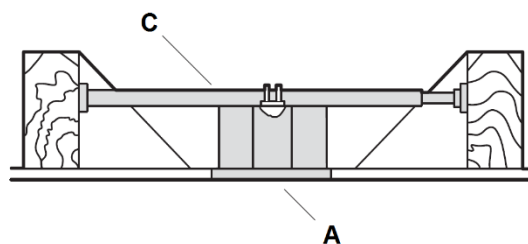

Fig. 5
Para colgar el ventilador donde ya existe una luminaria pero no hay una viga de techo, es posible que necesite instalar una barra de colgado (C) como se ilustra en la Fig. 5. Asegúrese de que la barra de colgado que compra se ha diseñado para utilizarse con ventiladores de techo.